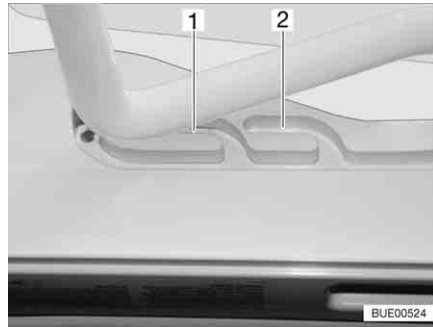
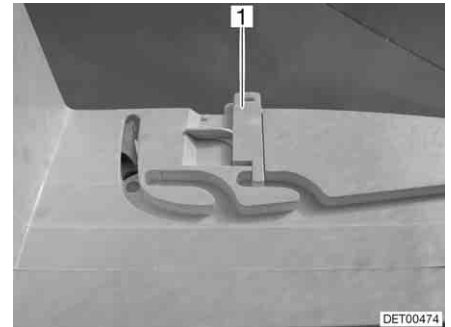

Bild 69 Heki-takluckan i ventilationsläge
Bild 70 Lås ventilationsläge
Heki-takluckan kan ställas i två ventilationslägen: Läget för dåligt väder (Bild 69,1) och mittläget (Bild 69,2). Beroende på modell kan takluckan låsas i mittläget med de båda spärrarna (Bild 70,1) till höger och vänster om ramen till takluckan.
- Tryck bygeln lätt uppåt och skjut in den i det valda spåret (Bild 69,1 eller 2) och lås eventuellt.